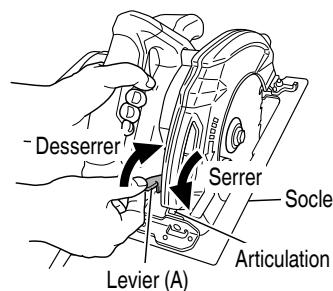
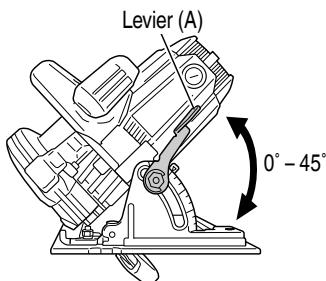

Fig. 7
Fig. 8
7. Vérifier si les leviers (A) sont bien serrés.
Si le levier (A) de réglage de la profondeur de coupe (Fig. 7) et le levier (A) de réglage de l'angle de biseau (Fig. 8) sont desserrés, cela risque d'entraîner des blessures. Bien s'assurer qu'ils sont serrés à fond.
1. Réglage de la profondeur de coupe (Fig. 7)
Comme indiqué sur la Fig. 8, en desserrant le levier (A) de l'échelle d'angle de biseau, il est possible d'incliner la lame de scie à un angle de 45° par rapport au socle.